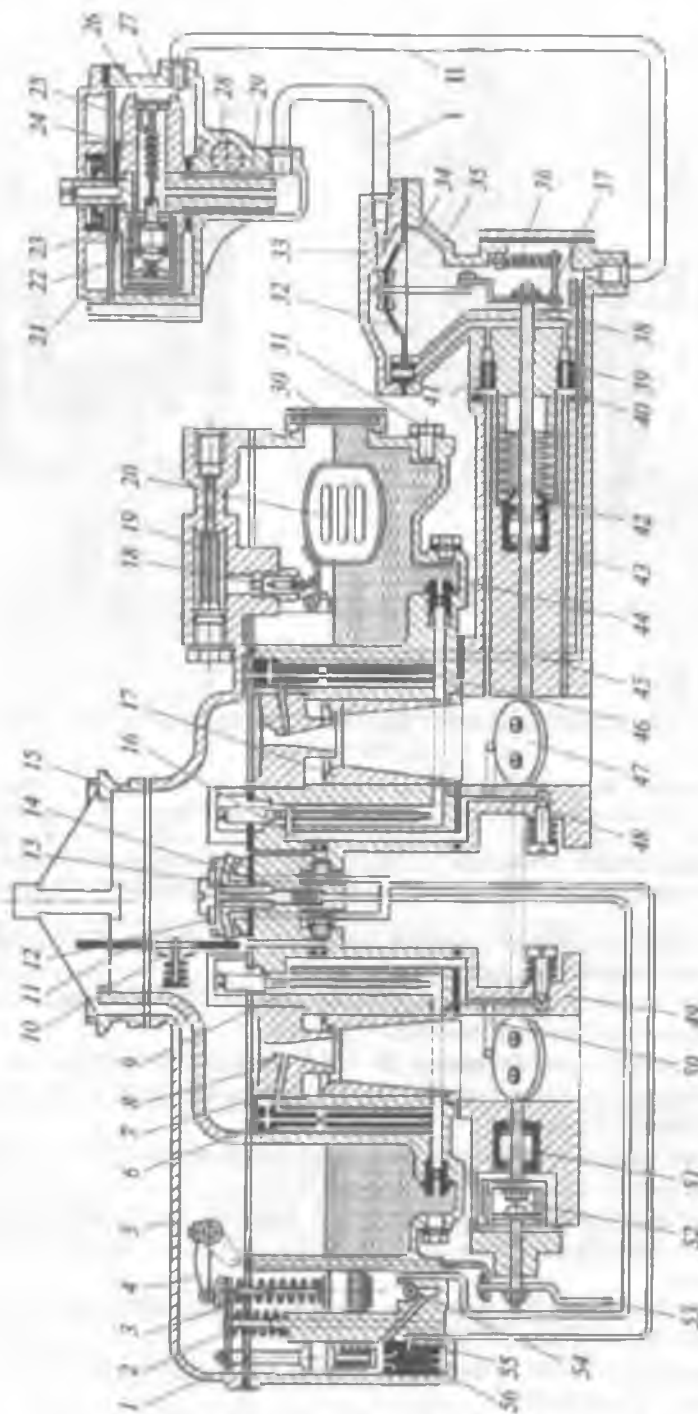

Рис. 1.16. Карбюратор К-126Б и регулятор частоты вращения коленчатого вала:
11. Изучить устройство карбюратора К-126Б (см. рис. 1.16), устанавливаемого на автомобиле ГАЗ-53